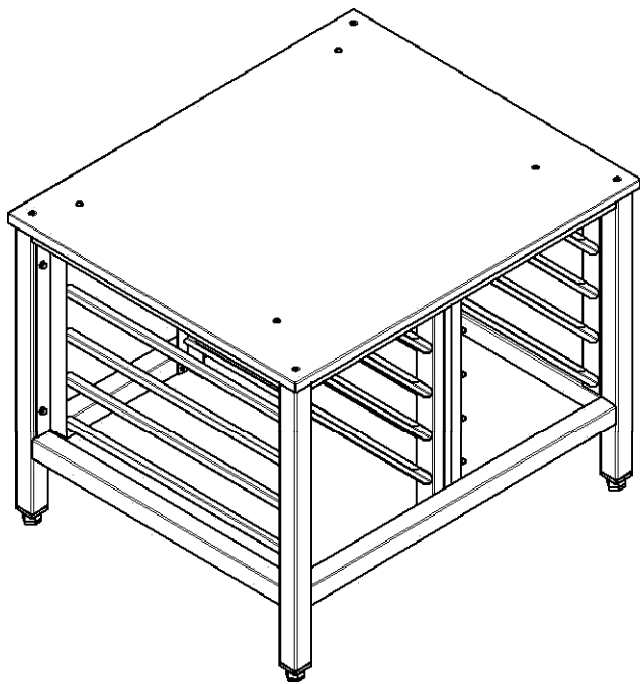

Рис. 3.1 Подставка для пароконвектоматов ПК-6М и ПК-10М
- установить пароконвектомат на стол или подставку (рис. 3.1) ПКА-6М (завод изготовитель АО «Чувашторгтехника» г. Чебоксары, код для заказа 110000002326), ПКА-6МС (завод изготовитель АО «Чувашторгтехника» г. Чебоксары, код для заказа 110000019617) для ПКА6-1/1ПП2, и ПКА-10М (завод изготовитель АО «Чувашторгтехника» г. Чебоксары, код для заказа 110000002329), ПКА-10МС (завод изготовитель АО «Чувашторгтехника» г. Чебоксары, код для заказа 110000019616) для ПКА10-1/1ПП2 или шкаф расстоечный (рис. 3.2) ШРТ10-1/1М (завод изготовитель АО «Чувашторгтехника» г. Чебоксары, код для заказа 210001804063);